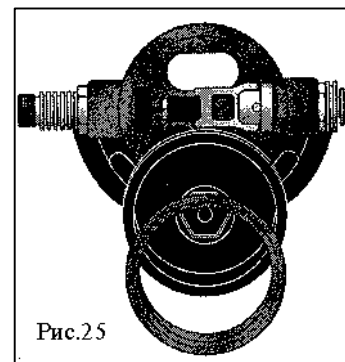

Рис.25
- Установите уплотнительное кольцо (16) на заглушку теплообменника (17), и, используя шестигранный ключ на 4мм, закрутите заглушку в теплообменник (15) с усилием 0,25 Нм.
- Установите диафрагму (20) на кольцо диафрагмы (21) и убедитесь в ее равномерной посадке на кольцо. Рис. 25.